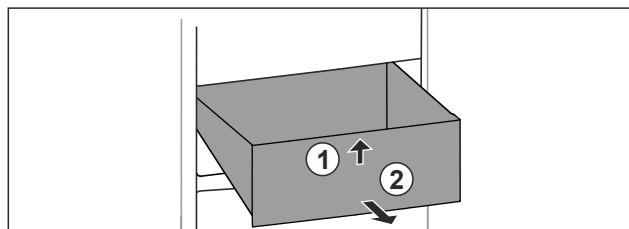

Fig. 104
- Sollevare il cassetto dal davanti. Fig. 104 (1)
- Rimuovere il cassetto tirandolo in avanti. Fig. 104 (2)